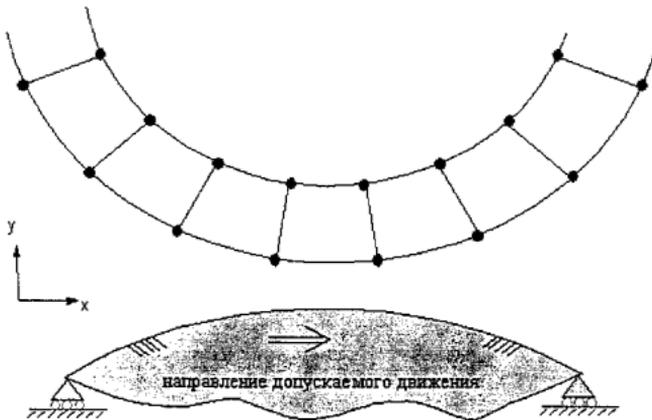

Рис. 17. Сценарий, в котором начальное регулирование неудачно
Рисунок 17 иллюстрирует проблему, в которой подгонка начального контакта будет неудачной. Степень свободы UY для целевой поверхности уже ограничили. Поэтому возможна только регулировка начального контакта в направлении X. Тем не менее, в этой проблеме, перемещение жесткой целевой поверхности в направлении X не будет устанавливать начального контакта.
4. Установите KEYOPT(9) для регулировки начального проникновения, смотрите рисунок 17.